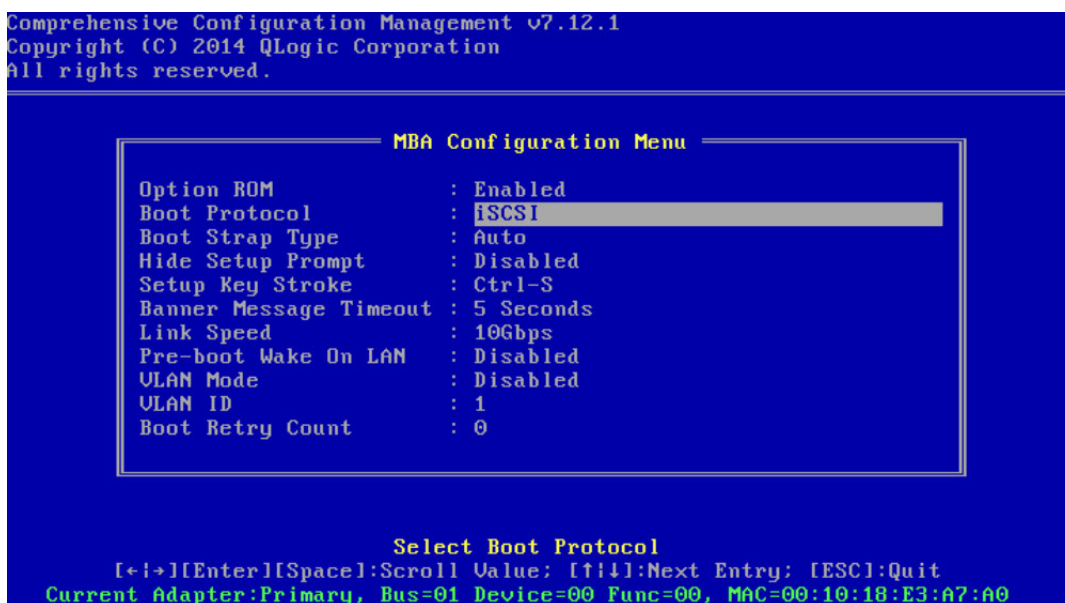

図 6-1. CCM MBA 設定メニュー
- b. **MBA Configuration** (MBA 設定) を選択し、図 6-1 で示されるように、**MBA Configuration Menu** (MBA 設定メニュー) が表示されます。